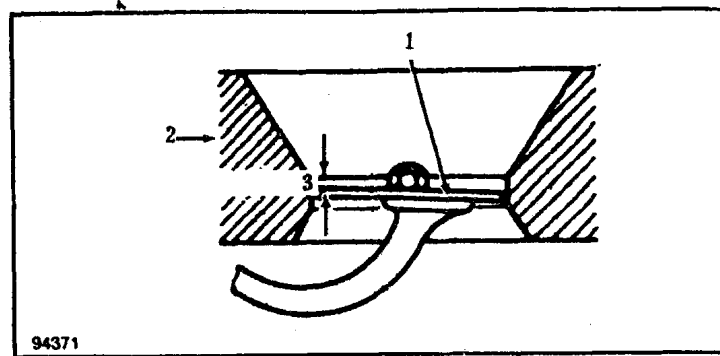

图1-4 检查气流传感器片调整情况
1) 关闭发动机,气流传感器片的上端应该处在气流锥形道下端的3.0-22毫米的地方。参见图1-4。